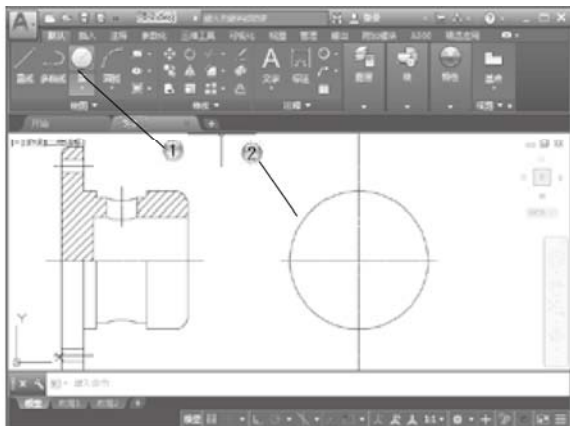

图 5-88
- ① 单击【绘图】面板中的【圆】按钮, 如图 5-88 所示。
- ② 在绘图区绘制半径为 22 的圆形。